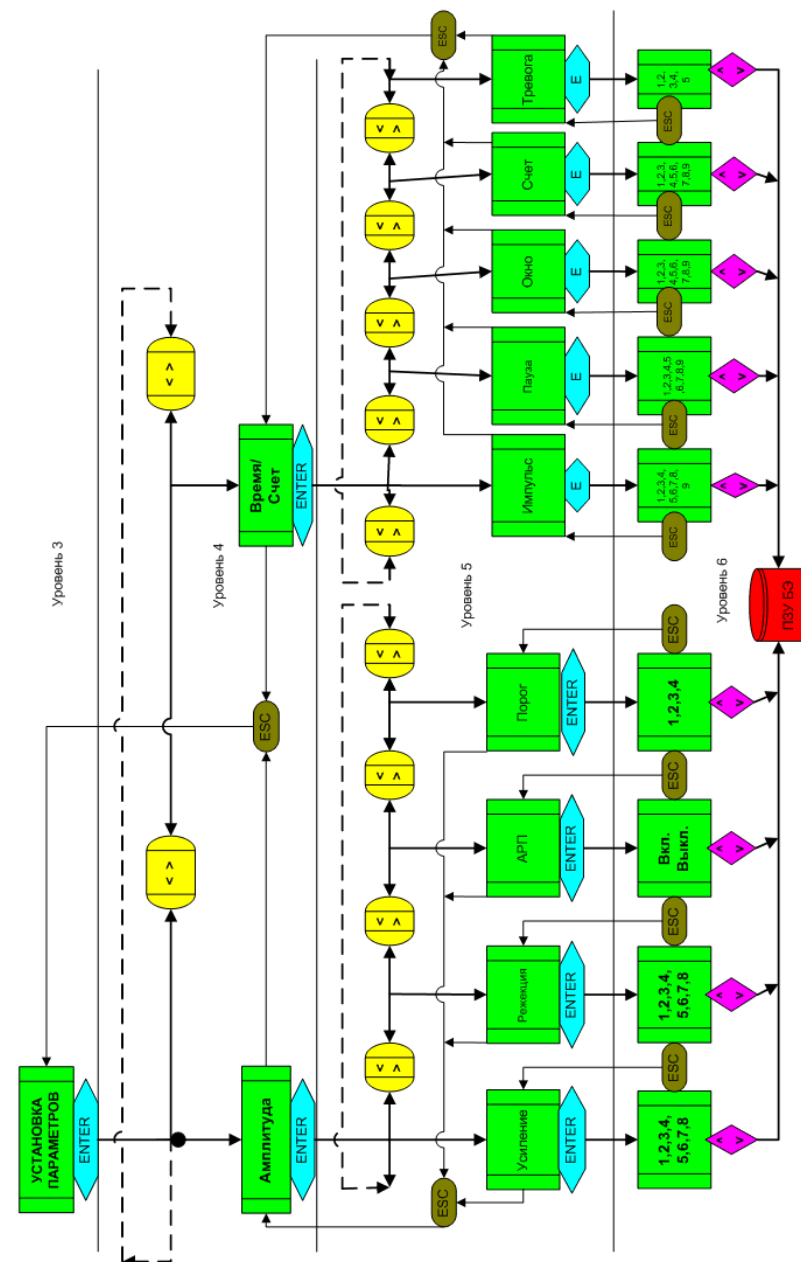

Рис. 3.6. Структурная схема раздела **«УСТАНОВКА ПАРАМЕТРОВ»** меню ПУ
На рис. 3.6. изображена структурная схема раздела «УСТАНОВКА ПАРАМЕТРОВ», включающая 3-й, 4-й, 5-й и 6-й уровни системного меню. Перемещение по 5 уровню осуществляется с помощью клавиш «→» или «←». Переход с 5-го на 4-й уровень меню осуществляется нажатием клавиши «ESC» на ПУ.
2.2.3.2. С помощью клавиши «ESC» перейти на 3-й уровень меню, с помощью клавиши «→» осуществить переход в раздел **«УСТАНОВКА ПАРАМЕТРОВ»** (рис. 3.6.). Нажав клавишу «ENTER», перейти на 4-й уровень меню в подраздел **«Амплитуда»**; нажав клавишу «ENTER», перейти на 5-й уровень меню в параметр **«Усиление»**; нажав клавишу «ENTER», перейти на 6-й уровень в режим установки усиления. С помощью клавиши «↑» или «↓» осуществить установку числа **«1»** – минимального усиления. Нажав несколько раз клавишу «ESC», перейти на 3-й уровень меню, с помощью клавиши «→» или «←» осуществить переход в раздел **«ТЕСТ»**. Далее повторить процедуру по п. 2.2.3.1, убеждаясь, что и при минимальной чувствительности изделие вырабатывает сигнал тревоги в ответ на тест.
2.2.4.2. В первую очередь необходимо установить начальное «среднее» усиление в тракте обработки сигнала. Для этого в разделе **«УСТАНОВКА ПАРАМЕТРОВ»** (рис. 3.6.) нажать клавишу «ENTER» и войти в подраздел «Амплитуда»; нажать клавишу «ENTER» и войти в параметр **«Усиление»**, еще раз нажав клавишу «ENTER», войти в числовое меню параметра. Используя клавиши «↑» или «↓», установить параметр **«4»**, соответствующий среднему значению усиления. Нажав клавишу «ESC» несколько раз, подняться на 3-й уровень системного меню.
- 2.2.4.6. После определения резонансной частоты F_p СЗ (по усредненным данным не менее 10 измерений) с помощью клавиш «ESC» и «→» осуществляем переход в раздел **«УСТАНОВКА ПАРАМЕТРОВ»** (рис. 3.6.), затем проходим последовательно на подраздел **«Амплитуда»** (4-й уровень), далее в параметр **«Режекция»** (5-й уровень) и на 6-й уровень числовых значений этого параметра.
Для того, чтобы проверить правильность выбора числового параметра **«Режекция»**, необходимо в разделе **«УСТАНОВКА ПАРАМЕТРОВ»** и подразделе **«Амплитуда»** (рис. 3.6.) изменить числовой параметр **«Режекция»** в пределах ± 1 . Затем в подразделе **«КТ5; КТ6»** раздела **«КОНТРОЛЬНЫЕ ТОЧКИ»** аналогичным образом определить усредненные оценки $A_{5/6}$ и убедиться, что они меньше величины, полученной ранее.
- 2.2.5.1. При настройке чувствительности, в подразделе **«Амплитуда»** раздела **«УСТАНОВКА ПАРАМЕТРОВ»** параметр **«АРП»** (рис. 3.6.) должен быть выключен, т.е. установлен **«Выкл.»**.
- 2.2.5.2. Чувствительность изделия к вибрации СЗ определяется значениями 2-х параметров в системном меню ПУ (рис. 3.6.):